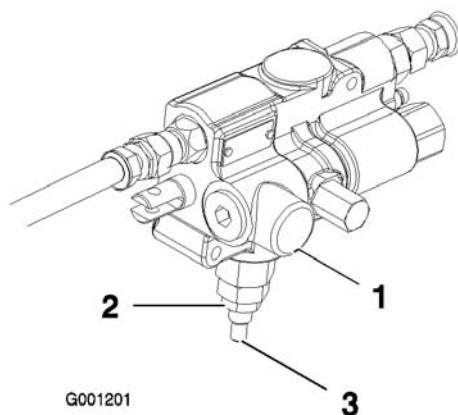

Bild 13
- Lösen Sie die Klemmmutter unten am Hubventil (Bild 13). Das Hubventil befindet sich an der rechten Seite der Maschine.